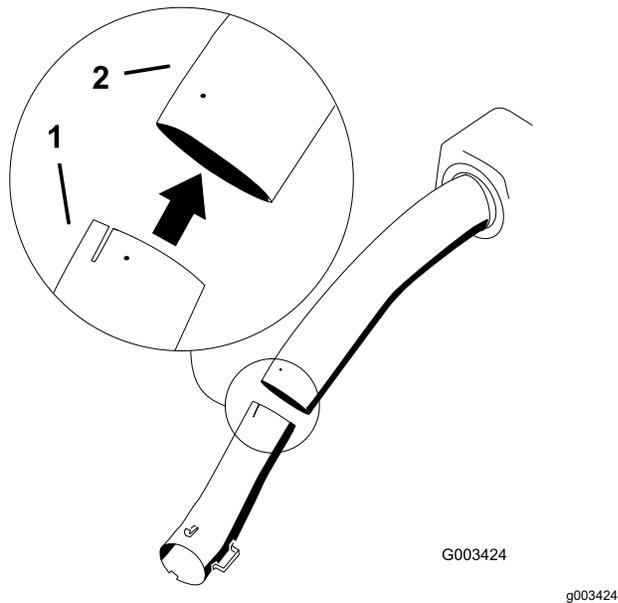

Figura 52
8. Instale el tubo inferior en el tubo superior (Figura 52).